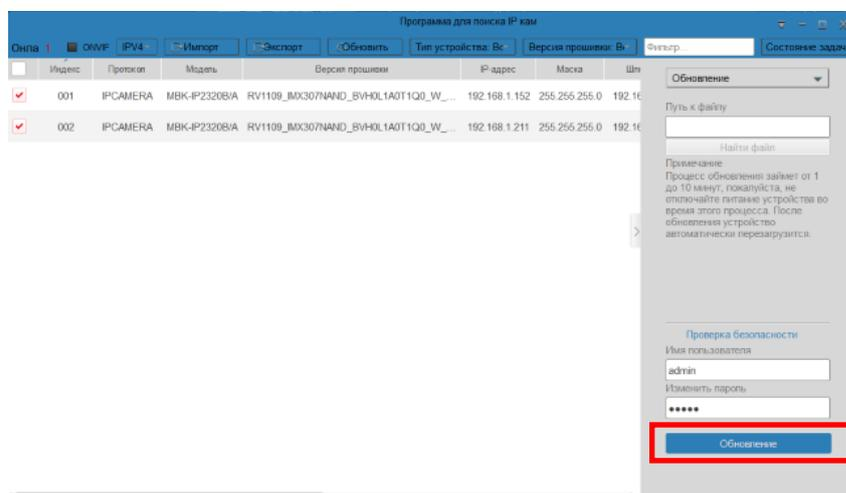

Рисунок 16
3.10. Нажать строку «Обновление» (Рисунок 16).